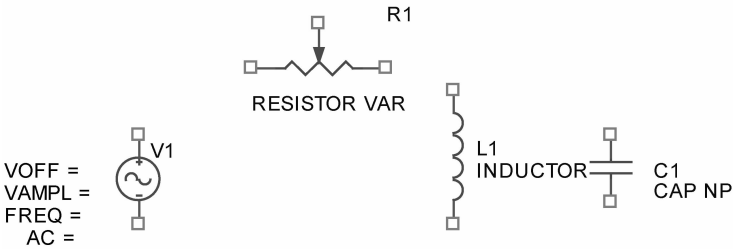

图 6-289 元件放置
- 2) 在 DISCRETE. OLB 库中找到 RESISTOR VAR、CAP NP 和 INDUCTOR，然后将它们都放置到原理图中，再对这些元件进行布局，布局的结果如图 6-289 所示。